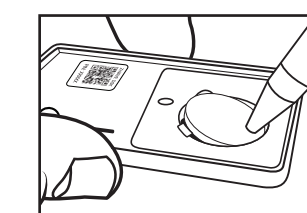

FIGURE 4
3. Tout en tenant solidement le capteur sur une surface plane, appuyez sur le bord inférieur de la pile avec un stylo (voir la figure 4). Cela devrait soulever le bord supérieur de la batterie.